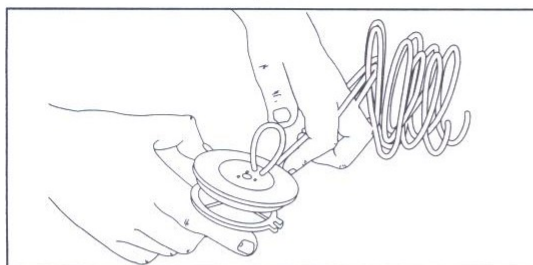

Fig. 14
6. Der tages ca. 7,5 meter ny skæretråd, hvormed der dannes en løkke med to ens længder. Hver ende af tråden anbringes nu i hvert sit af inderspølsens to huller (Fig. 14). Tråden trækkes ind i den indvendige spole, så løkken bliver så lille som muligt.